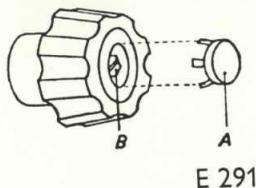

Fig. 1. Verwijderen van de knop
B. VERWIJDEREN VAN DE KNOP (Zie fig. 1)